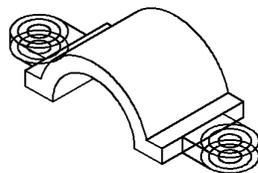
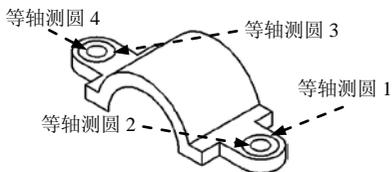

图 12.2.11 绘制直线
图 12.2.12 修剪直线
Step8. 绘制直线并修剪图形。选择下拉菜单 **绘图(D)** → **直线(L)** 命令，通过绘制构造线与捕捉象限点，绘制图 12.2.11 所示的直线；用 **修改(M)** → **修剪(T)** 命令对图 12.2.11 进行修剪，结果如图 12.2.12 所示。
Step9. 复制图形。选择 **修改(M)** → **复制(C)** 命令，选取图 12.2.12 所示的等轴测圆 1、